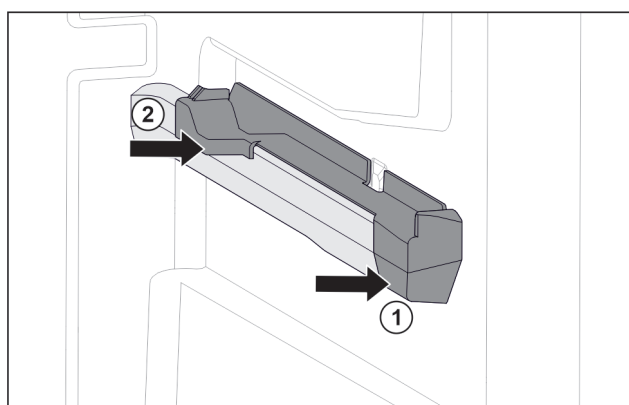

Fig. 75 Insteekelement op rechter containerrib
- Insteekelement voor tegen containerrib plaatsen. Fig. 75 (1)
- Insteekelement achter aandrukken. Fig. 75 (2)